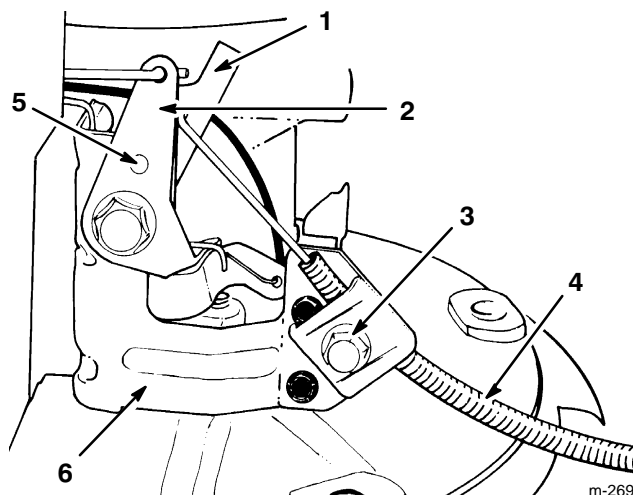

Abbildung 17
3. Die Kabelklemmschraube lösen, bis der Gaszug rutscht (Abb. 17).
4. Überprüfen, ob die Löcher im Gaszugbügel und im Chokehebel aufeinander ausgerichtet sind (Abb. 17). Falls nicht, das Einstellverfahren in Schritt 5 befolgen.
5. EINSTELLUNG – Um die Einstellung zu halten, kann ein dünner Stift in die ausgerichteten Löcher gesteckt werden. Den Gaszug schieben, bis der Gashebel den Chokehebel berührt (Abb. 17). Die Kabelklemmschraube festziehen. Den Stift entfernen.